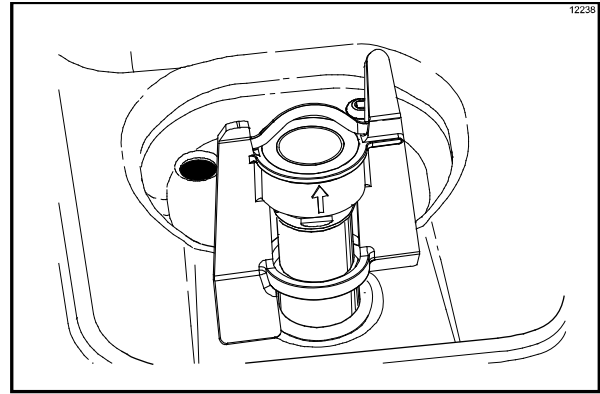

Figure 161
16. Placer l'agitateur sur le logement de l'arbre d'entraînement de l'agitateur (Cf. Figure 161).